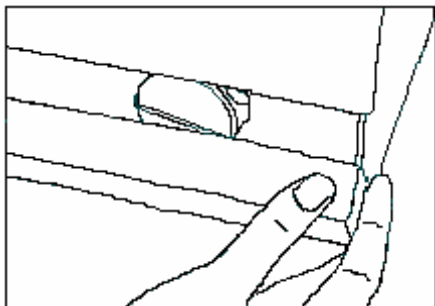

Fig. 12
- Retirez la plinthe en la poussant manuellement vers le haut à l'aide des griffes, puis en la tirant vers vous (Fig. 12).